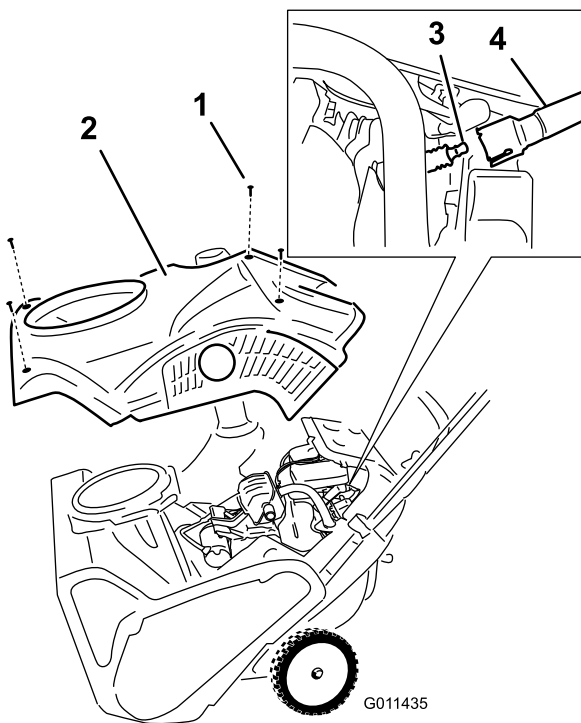

Bild 25
4. Nehmen Sie die vier Schrauben ab, mit denen die Abdeckung befestigt ist (Bild 25).
6. Nehmen Sie die Abdeckung ab (Bild 25).